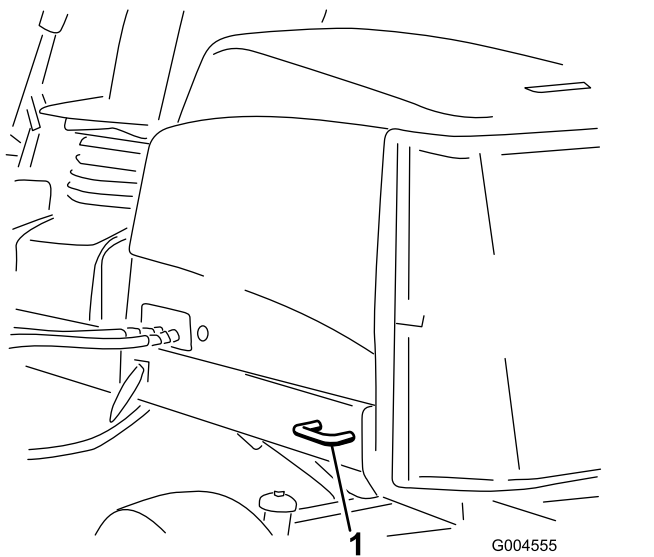

Figura 71
- Detrás – en cada lado de la máquina, en el bastidor trasero (Figura 71)